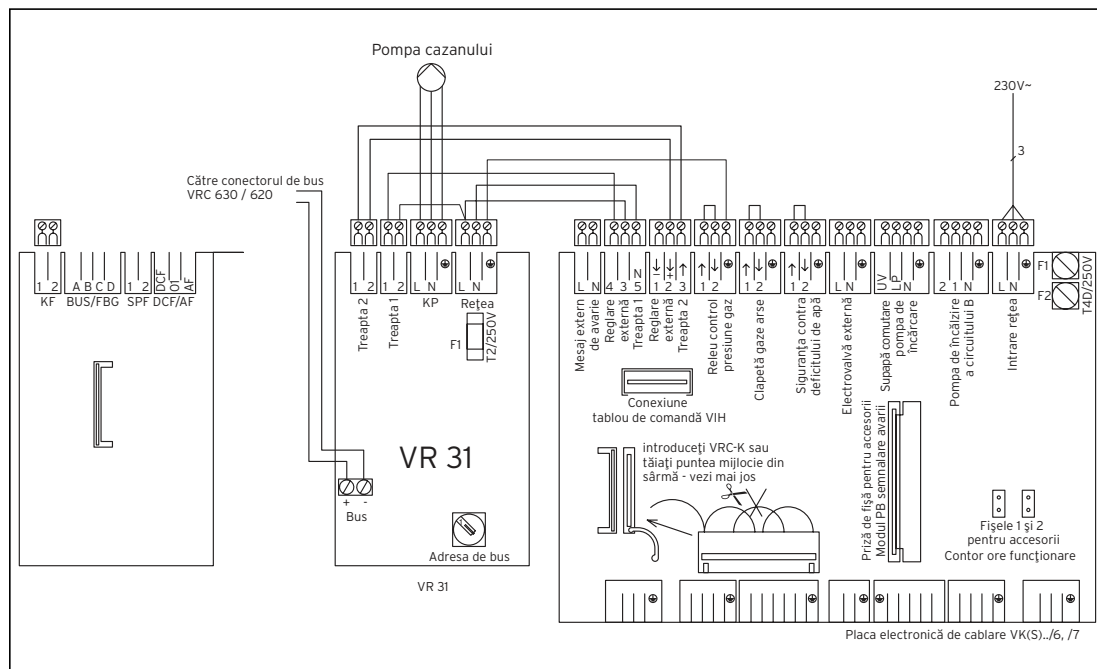

Fig. 4.2 Planul de conexiuni
- Conectați modulul de cuplare corespunzător planului de conexiuni (fig. 4.2) la aparatul de încălzire.